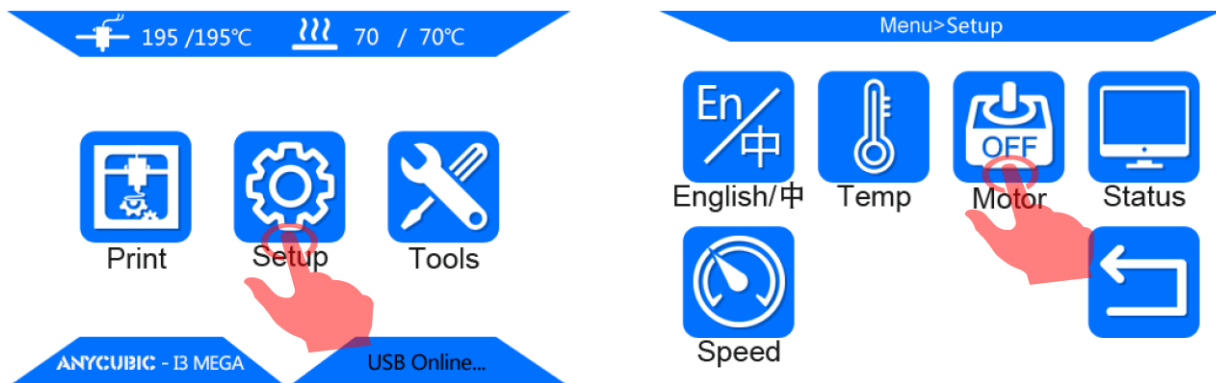

Abbildung 8
Schritt 3 Kehren Sie zum "Home-Menü" zurück und klicken Sie, wie in **Abb. 8** gezeigt, auf "Setup" → "Motor" um die Motoren zu deaktivieren. Nun können die Motoren / Achsen frei bewegt werden.